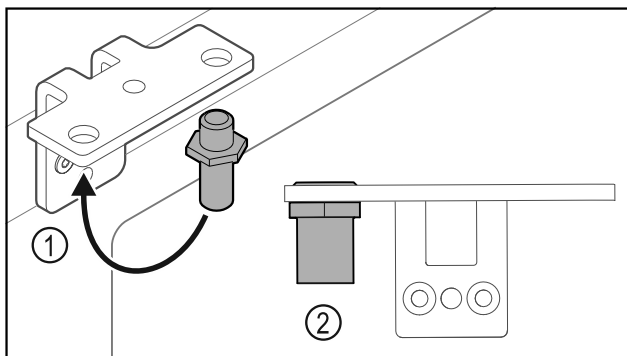

Fig. 20
- Premiestnite čap Fig. 20 (1) v uholníku závesu.
- Uťahnite čap Fig. 20 (2) **ťahovacím momentom 12 Nm**.